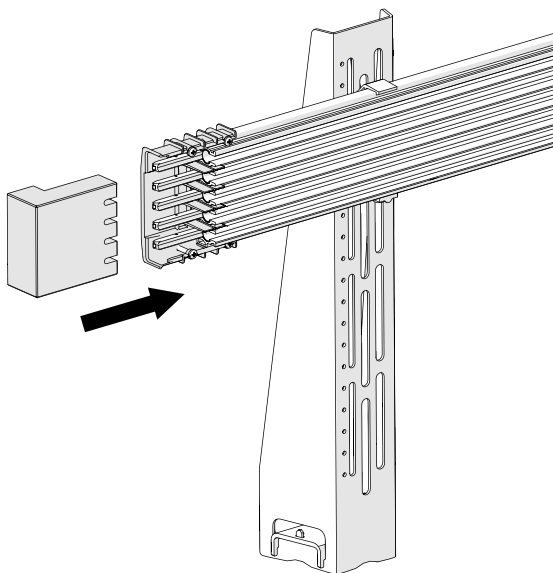
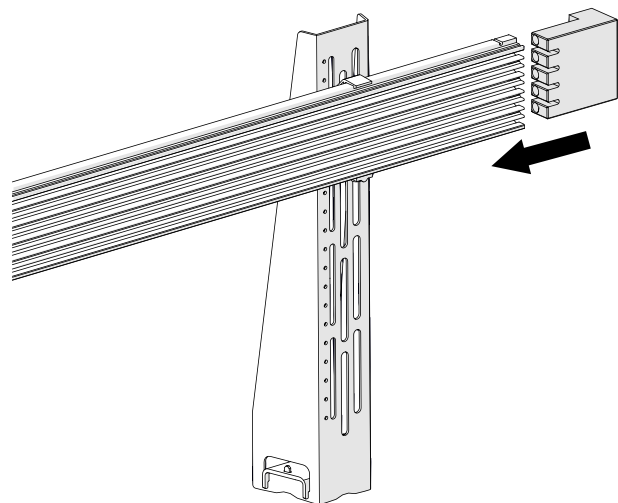
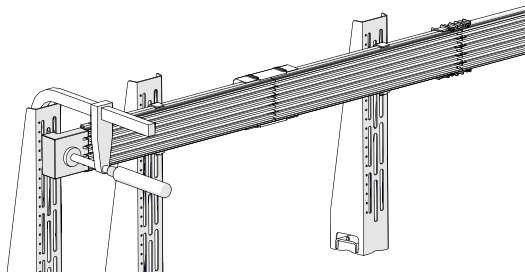

Abb. 16: Montageklotz auf Verbinderstifte schieben
Abb. 17: Montageklotz am anderen Schienenende verwenden
Abb. 18: Montageklotz (Bestell-Nr.: 08-V015-0492-00x) mit Schraubzwinge befestigen
Beim Zusammenfügen immer Montageklotz (08-V015-0492-00x) und Gummihammer verwenden (siehe Abb. 16, Abb. 17 und Abb. 18)!
- Vor der Schleifleitungsschiene den Montageklotz (Bestell-Nr.: 08-V015-0492-00x) mit einer Schraubzwinge als Anschlag befestigen (siehe Abb. 18). Welche Variante des Montageklotzes verwendet wird, ist abhängig von der Polzahl der Schleifleitung. Ggf. muss temporär eine zusätzliche Konsole zur Befestigung des Montageklotzes montiert werden.
1. Die Stiftseite bis zum Anschlag über das offene Schienenende von Hand schieben (siehe Abb. 16).
→ Montageklotz entfernen (siehe Abb. 18).